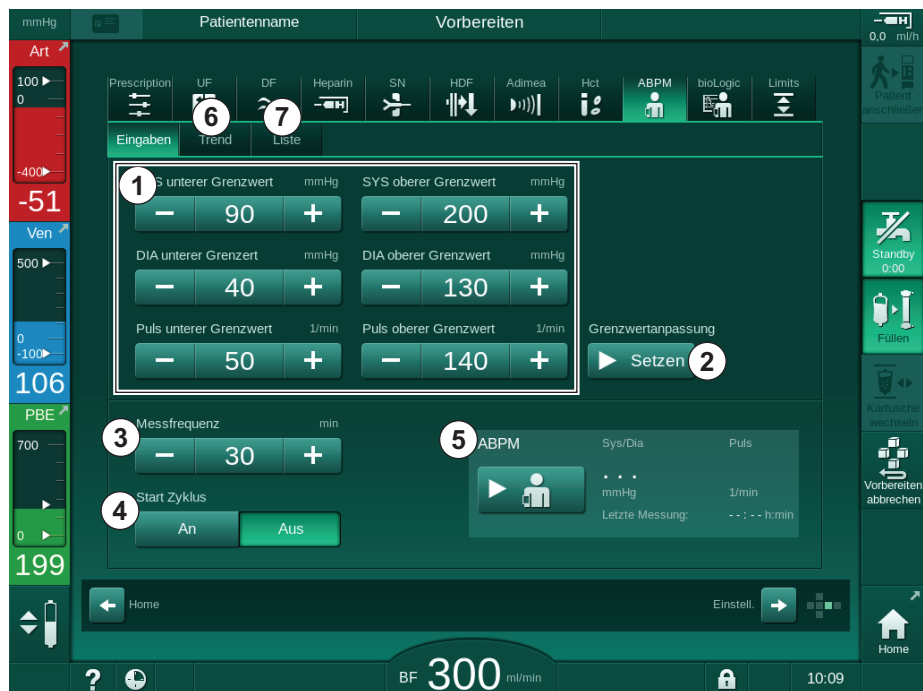

Abb. 11-8 ABPM-Einstellungen auf dem *Eingabe*-Bildschirm
2. Zum Anpassen der Alarmgrenzen an Werte um den gemessenen Blutdruck *Grenzwertanpassung*, *Setzen* (Abb. 11-8, ②) berühren.
1. Um zyklische Messungen im eingestellten Zeitintervall zu aktivieren bzw. zu deaktivieren, *Start Zyklus, AN* (Abb. 11-8, ④) wählen.
2. Um das Messintervall einzustellen, *Messfrequenz* ③ wählen. Mögliches Intervall: 1 bis 60 Minuten.
(Abb. 11-8 ABPM-Einstellungen auf dem Eingabe-Bildschirm (280), ⑤) berühren.